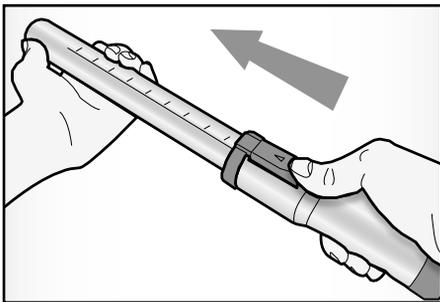

Fig. 10
Spingere il dispositivo di scorrimento (X) in avanti ed estrarre fuori la parte inferiore del tubo, fino alla lunghezza desiderata (Fig. 10). Poi, semplicemente, rilasciare la presa ed il dispositivo tornerà al suo posto.